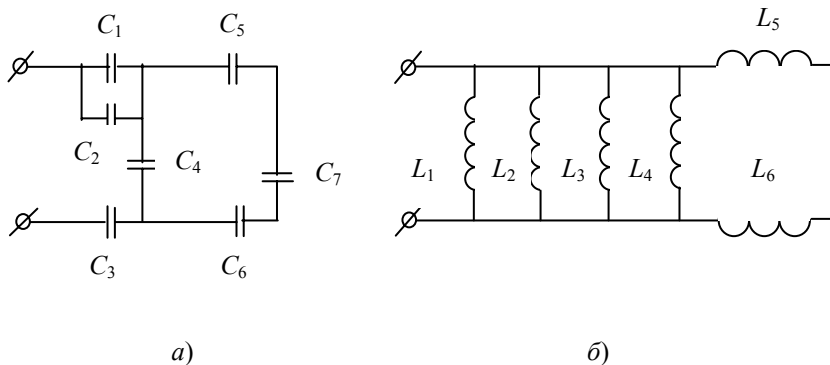

Рис. 2.17
2.2.2. Определить комплексное входное сопротивление и параметры схемы замещения цепей (рис. 2.17). Параметры элементов: